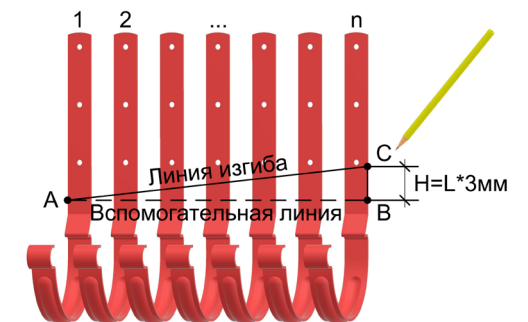

Рис. 4 Разметка карнизных крюков для последующего изгиба
4.1.2 Затем следует уложить и выровнять пронумерованные крюки. От предварительно найденной точки А необходимо провести перпендикуляр и получить точку В (вспомогательная линия АВ на рис. 4). Далее от точки В следует отложить величину Н равную расстоянию на карнизном свесе между первым и последним крюком в метрах * 3 мм. То есть, если расстояние между крюками 5 м, то 5*3=15 мм. Таким образом получается точка С. Затем необходимо соединить точки А и С. Полученный отрезок и есть линия изгиба.